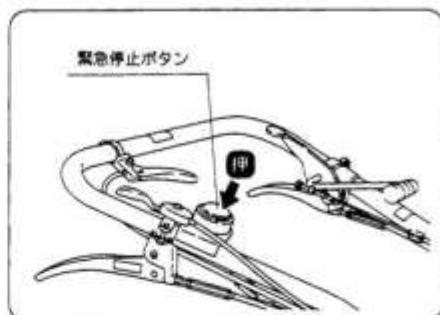

図14
- ④ 緊急停止ボタンを押してください。エンジンが停止します。(図14)